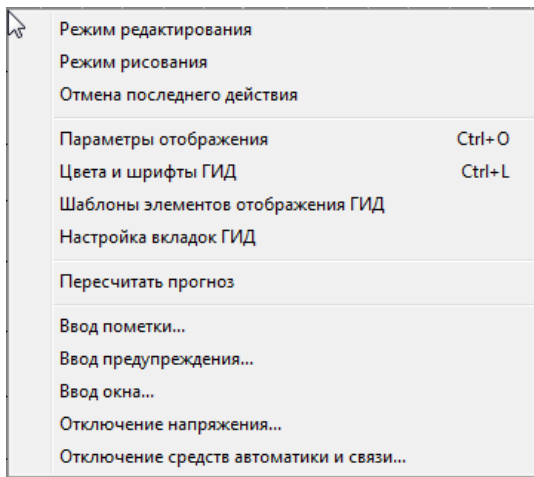

Рис.5. Всплывающее меню для настройки отображения элементов поля ГИД, ввода окон, пометок, предупреждений
- всплывающее меню операций с нитями на поле ГИД (идентификации, корректировки, удаления) (см. рис. 5). Появляются при щелчке указателем «мыши» на нити.